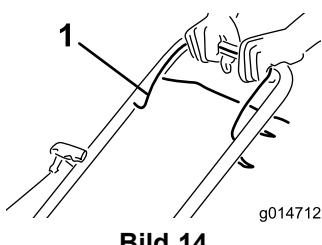

Bild 14
1. Halten Sie den Schaltbügel (Bild 14) gegen den Holm gedrückt.